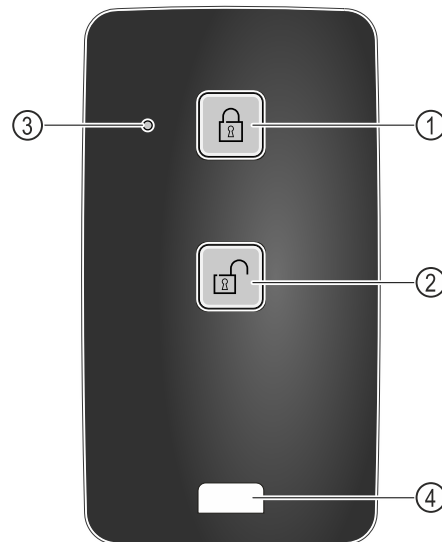

Fig. 219
- ▶ Taste Fig. 219 (1) auf der Fernbedienung drücken.
- ▶ Taste Fig. 219 (2) auf der Fernbedienung drücken.
- ▶ Status-LED Fig. 219 (3) gibt bei Tastendruck eine optische Rückmeldung.
- ▶ Öse Fig. 219 (4) zur Befestigung der Fernbedienung, zum Beispiel an einem Schlüsselbund.